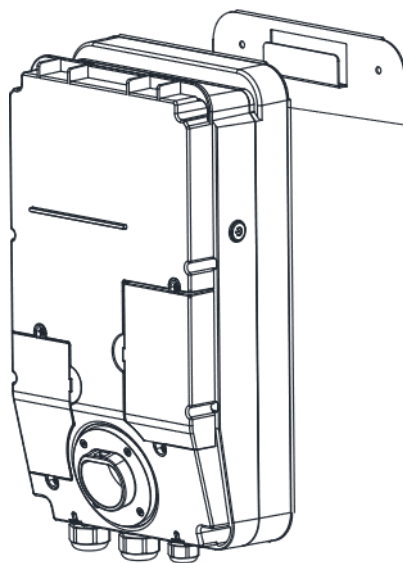

Figura 4.2
- (1) Sollevare delicatamente la copertura esterna del Wallbox e posizionarla da parte.
- (2) Appendere il corpo principale del Wallbox sulla placca metallo posteriore, assicurandosi di allineare sinistra e destra, come mostrato nella **Figura 4.2**.